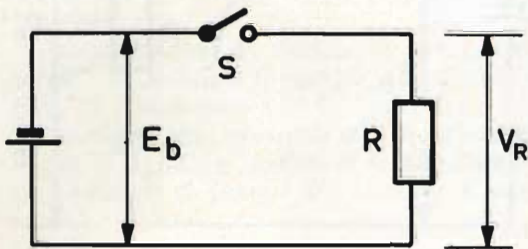

Fig. 1 - Esempio di circuito semplice, equipaggiato di una batteria e di una resistenza.
In fig. 1 è riportato lo schema di un circuito equipaggiato di una batteria, un interruttore (S) e una resistenza (R). Quando l'interruttore è aperto, non circola alcuna corrente nel circuito e la tensione ai capi della resistenza è nulla. Quando si chiude l'interruttore, una tensione V_R